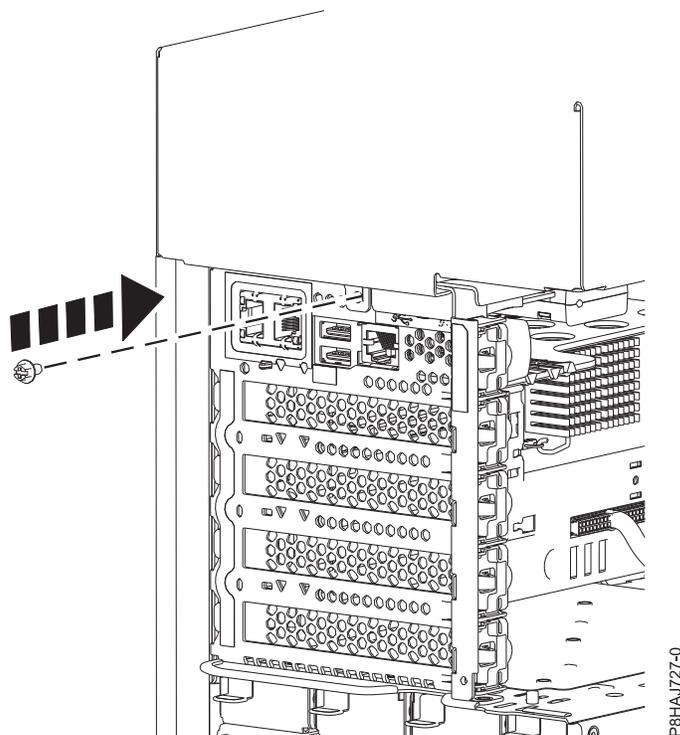

Figure 22. Installation de la vis capot latéral du 8286-41A
5. Installez la vis arrière du capot latéral à l'aide d'un tournevis cruciforme, comme illustré figure 22, à la page 43.